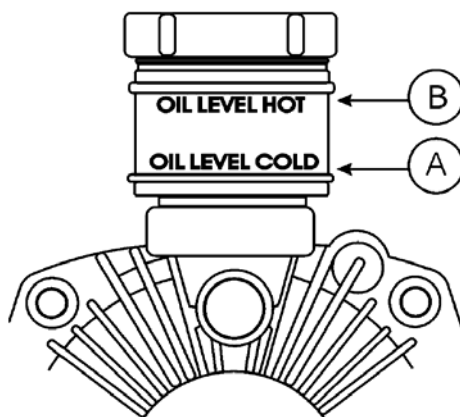

Рис. 12 Уровень жидкости в расширительном бачке гидротрансмиссии.
Проверка уровня производится в соответствии с рис. 12.
- Залейте в расширительный бачок жидкость вязкостью SAE 20W20 до уровня отметки \textcircled{A} рис. 12.